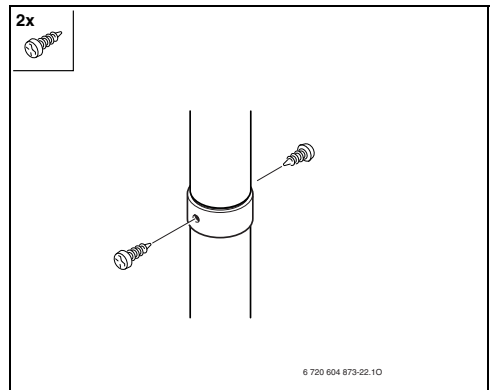

Fig. 38
►Fixar a união com os parafusos fornecido (Fig. 38).